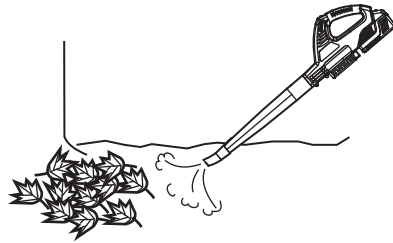

Fig. 4
2. Sostenga la sopladora con la boquilla a varias pulgadas por encima del nivel del piso o suelo (Fig. 4).